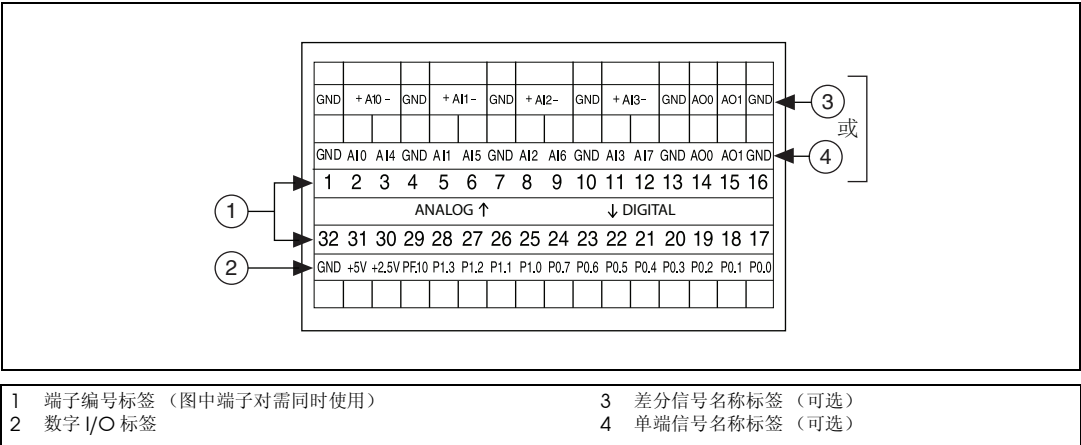

图 5 NI USB-6008/6009 信号标签
2. 图 5 为 NI USB-6008/6009 套件中随附的信号标签示意图。信号标签可粘贴于螺栓端子接线盒上，以方便信号识别。
3. 关于信号标签方向以及粘贴信号标签至螺栓端子连接器的详细信息，见表 4、图 5 和 6。必须先粘贴信号名称标签，再将插螺栓端子接线盒插入相应 Combicon 插座。